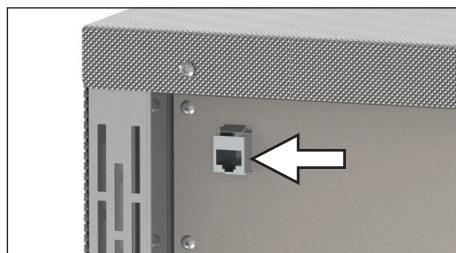
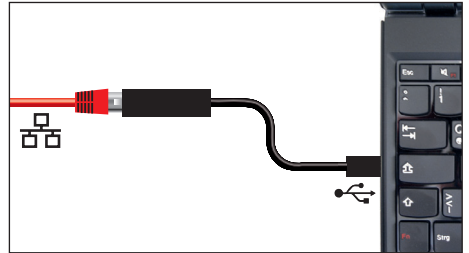

Fig. 4 Puerto Ethernet
Fig. 7 Convertidor Ethernet-USB
El puerto Ethernet está previsto para equipos que cumplan los requisitos de la norma IEC 60950-1. A través de un puerto Ethernet puede conectar el equipo a una red, lo que permite consultar los protocolos con el software de adquisición opcional AtmoCONTROL. El puerto Ethernet se encuentra en la parte trasera del equipo (Fig. 4).
- ▶ Convertidor Ethernet-USB (Fig. 7). Esta pieza permite conectar la conexión de red del equipo (véase la página Fig. 4) con la conexión USB de un PC/ordenador portátil.